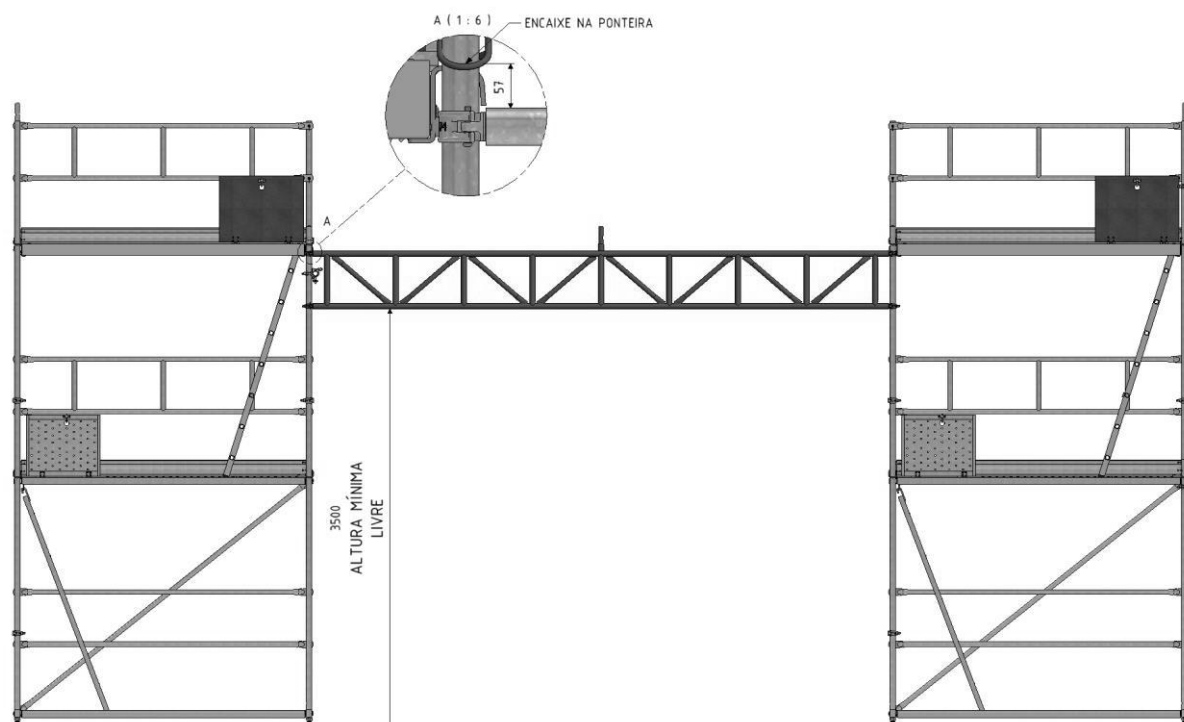

Figura 19
A montagem da viga de carga (18) deve ser realizada da seguinte forma (Figura 19):
O topo da perna de andaime (4), tem de ficar a 57 mm da parte superior da viga de carga (18), conforme indica a (Figura 19).